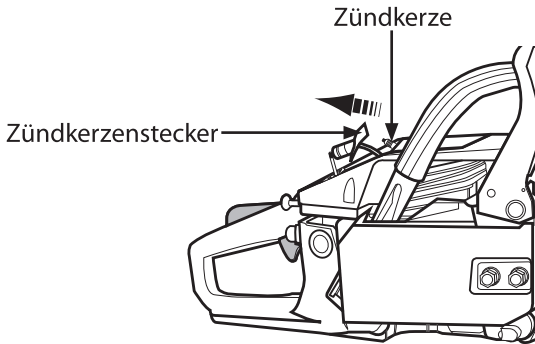

Abb. 35
1. Nehmen Sie die Luftfilter-Abdeckung (3) sowie den Luftfilter wie unter „11.1 Reinigung – Luftfilter“, Schritte 1 bis 3 beschrieben ab.
2. Ziehen Sie den Zündkerzenstecker von der Zündkerze ab (Abb. 35).